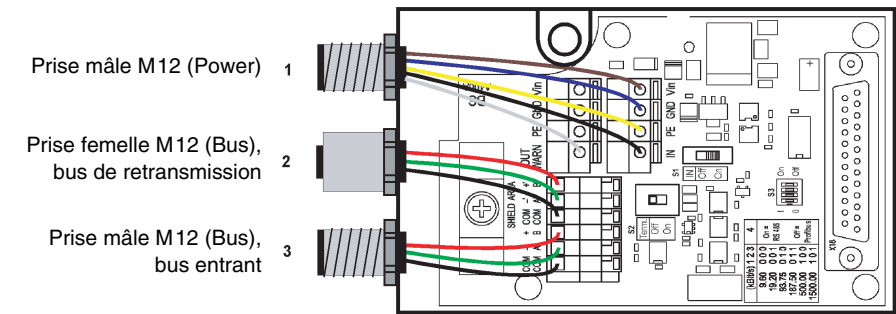

Figure 5.2 : Montage et raccordement des connecteurs M12 en option
- 5. Raccorder les fils conformément à la figure 5.2 et au Tableau 5.1.